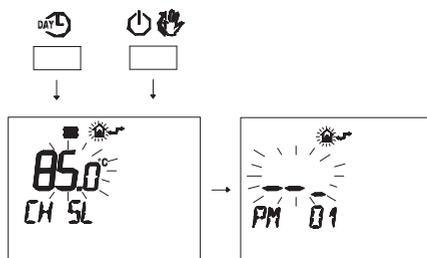

Figura 5.41
- Premere contemporaneamente i pulsanti DAY e P per entrare nella programmazione trasparente (Figura 5.41).